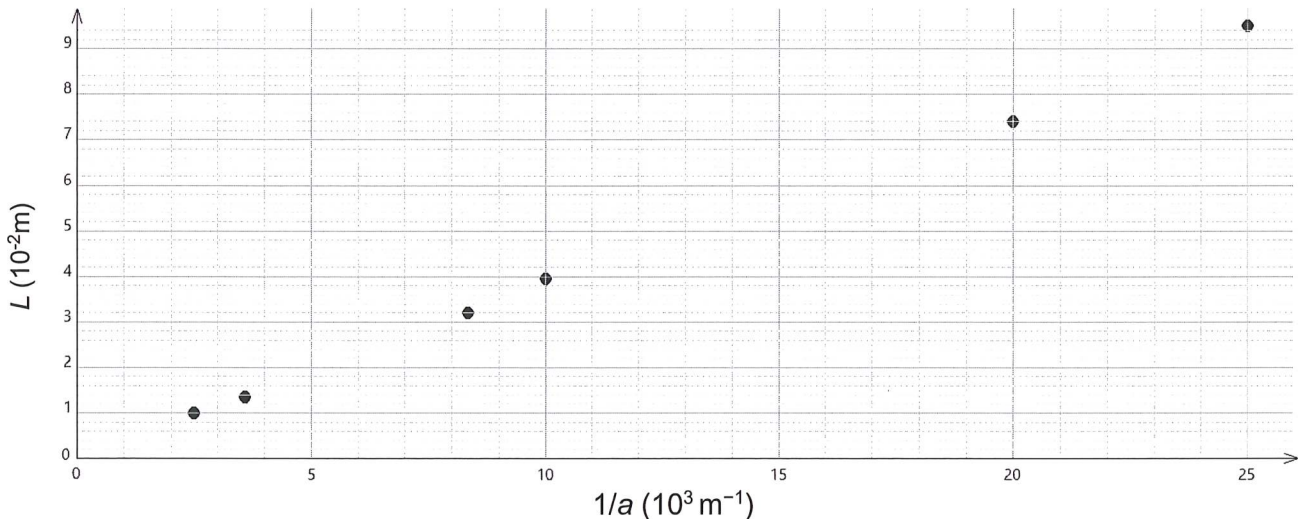

Figure 3 – Représentation graphique de L en fonction de $1/a$
- Q.4.** Justifier que les résultats expérimentaux de la figure 3 sont compatibles avec la modélisation $L = k \times \frac{1}{a}$ où k est une constante.